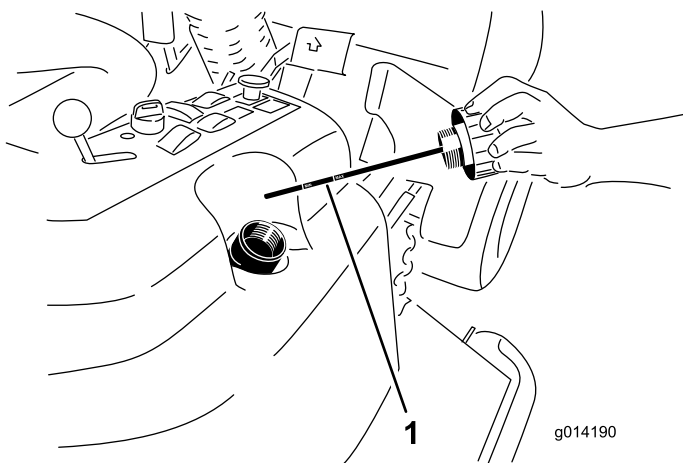

Bild 51
4. Nehmen Sie den Fülldeckel des Hydraulikbehälters vom Einfüllstutzen ab (Bild 51).
5. Nehmen Sie den Peilstab heraus und wischen Sie ihn mit einem sauberen Lappen ab (Bild 51).
6. Stecken Sie den Peilstab in den Füllstutzen und ziehen ihn dann heraus, um den Ölstand zu prüfen (Bild 51).